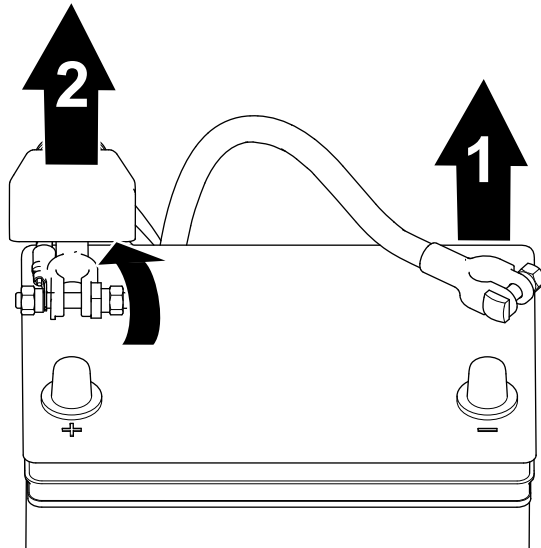

Bild 87
1. Trennen Sie das Minuskabel der Batterie vom Batteriepol ab (Bild 87).
2. Heben Sie die Isolierung an und ziehen Sie das Pluskabel der Batterie vom Batteriepol ab (Bild 87).